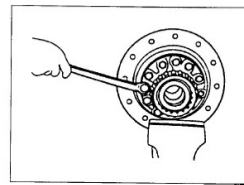

Рис. 2-16
- 6) Демонтируйте крепежный болт спирального конического зубчатого колеса, предварительно нанесите на болт клей Letai 262. Демонтируйте спиральную коническую шестерню. Рис. 2-16